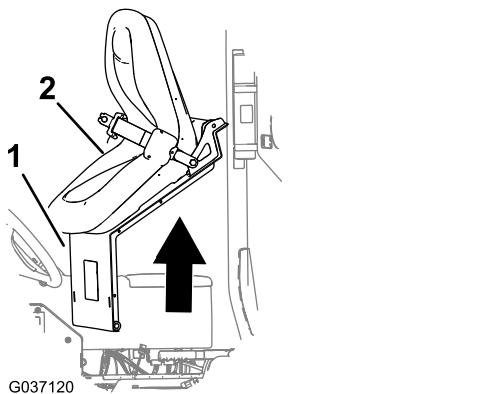

Figura 6
5. Eleve o banco e placa do banco para cima e para fora da máquina (**Figura 6**).